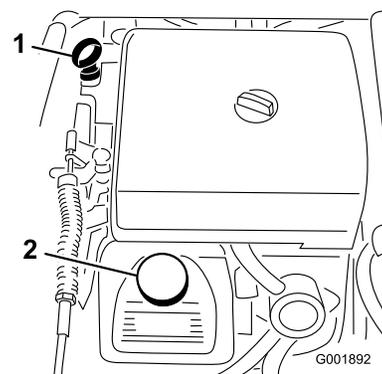

Figura 50
2. Togliete l'asta di livello ed asciugatela con un panno pulito (Figura 50). Inserite l'asta nel tubo e verificate che sia inserita a fondo. Rimuovete l'asta e controllate il livello dell'olio.
3. Se il livello dell'olio è basso, togliete il tappo di rifornimento dal coperchio della valvola (Figura 50)
8. Versate lentamente circa l'80% della quantità indicata d'olio nel bocchettone di rifornimento (Figura 50).